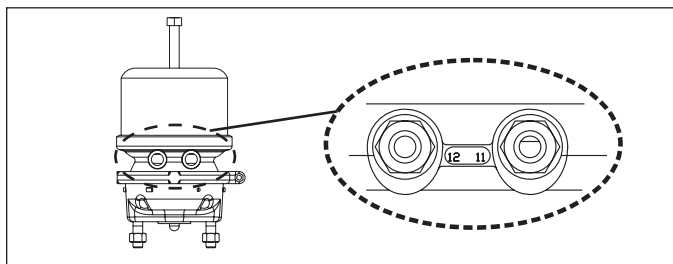

Figure 12 – Désignation des orifices
3. Si l'on avait débranché les conduites d'air, les raccorder suivant les repères; veiller à ce qu'aucune conduite ne soit tordue, ni touche les pièces mobiles du véhicule. Le cheminement des conduites d'air doit permettre la course intégrale de l'étrier. Noter que les orifices des récepteurs (frein à ressort et frein de service) sont désignés ainsi : « 11 » (orifice du frein de service) et « 12 » (orifice du frein à ressort). (Cf. Figure 12.)